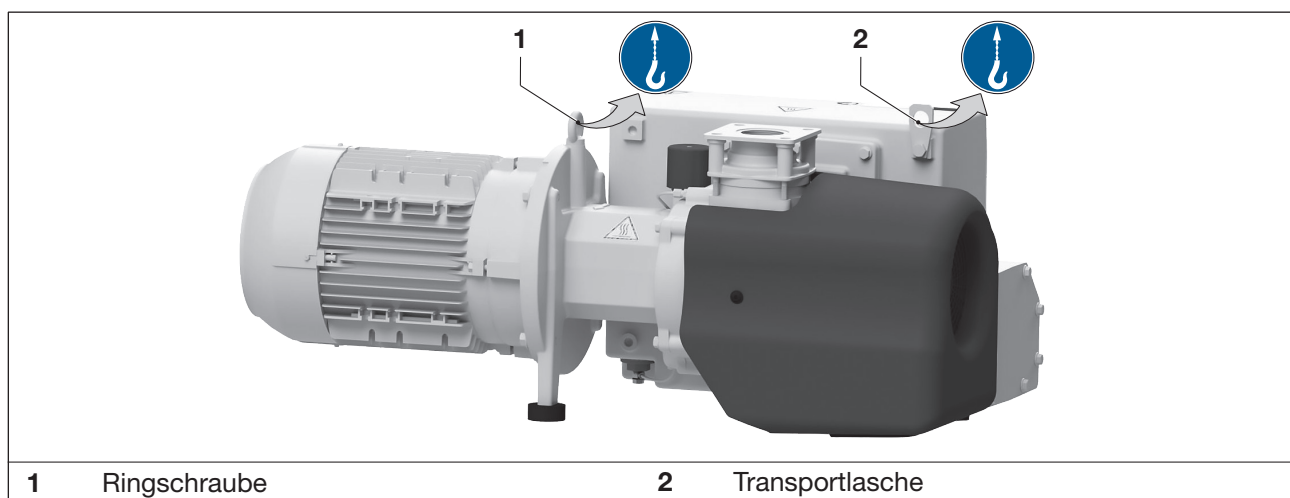

Abb. 1 Lastaufnahmemittel zum Anheben und Transportieren
- b) Die Ringschraube (Abb. 1/1) fest anziehen.
- c) Zum Anheben der Maschine, diese mittels Hebezeug an der Ringschraube und der Transportlasche (Abb. 1/2) aufhängen.